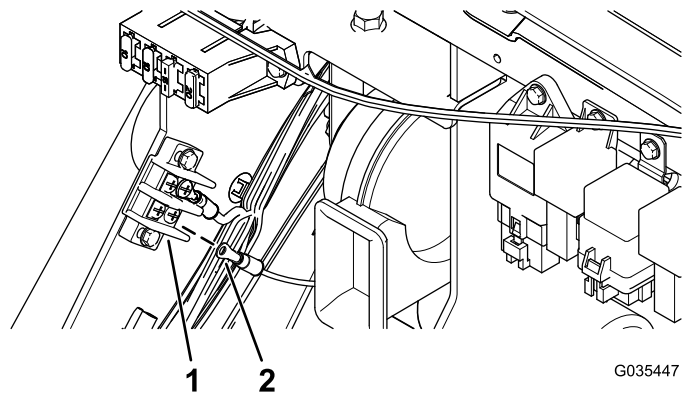
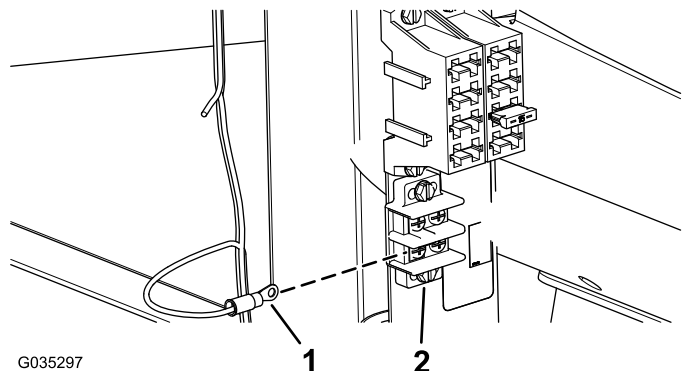

Figura 12
Figura 13
2. Ligue o anel terminal da cablagem ao terminal do bloco de ligação à terra (Figura 12 ou Figura 13).